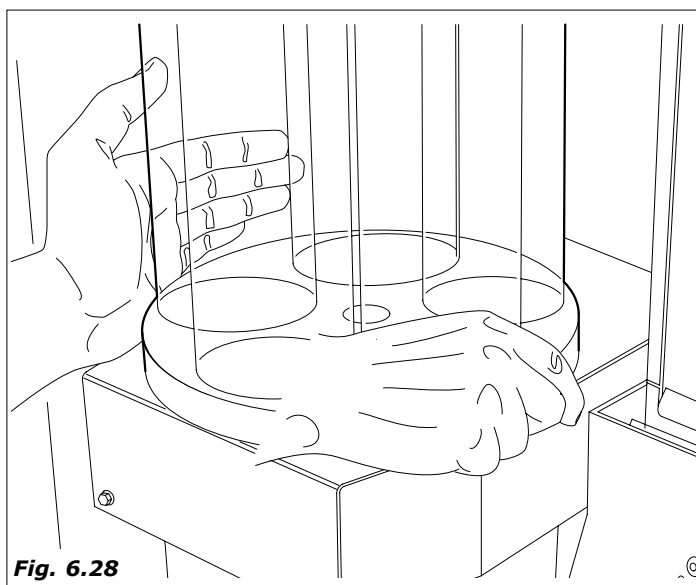

Fig. 6.28
- extraer la columna de vasos (Fig.6.28)